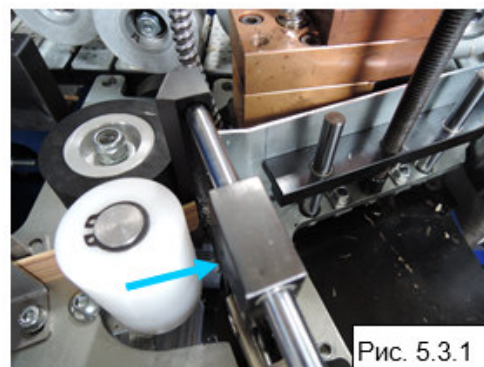

Рис. 5.3.1
5.3 Настройка гильотинных ножниц (Рис. 5.3.1)